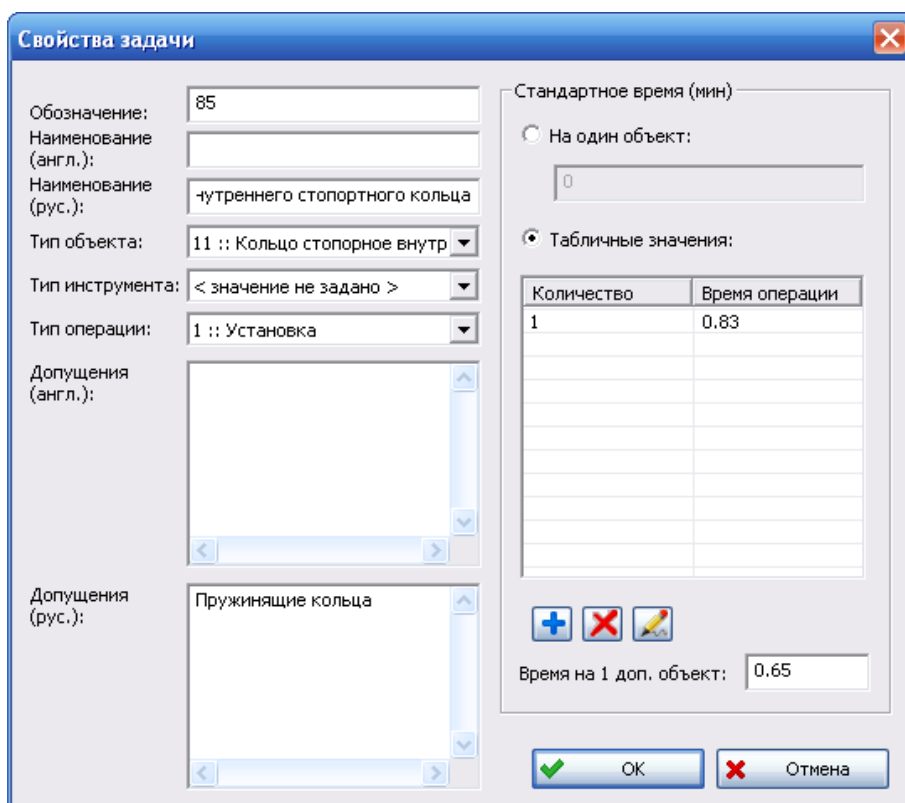

Рис. 4-6
2. В появившемся окне **Свойства задачи** введите необходимые данные (рис. 4-6).